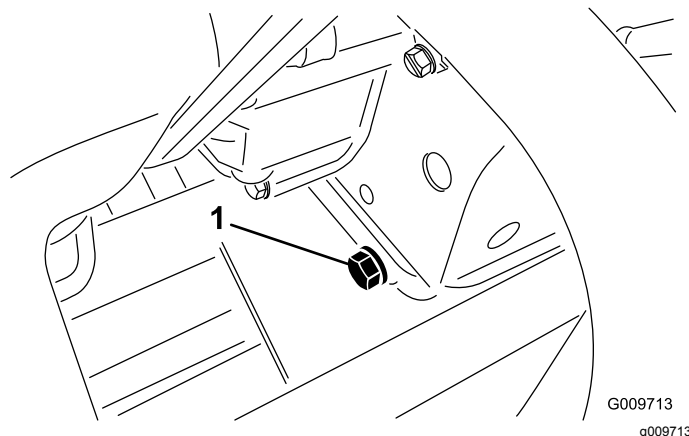

Figura 36
1. Retire o tampão de escoamento traseiro (Figura 36) e deixe o óleo escorrer para um recipiente adequado. Quando o óleo parar, volte a montar o tampão de escoamento.